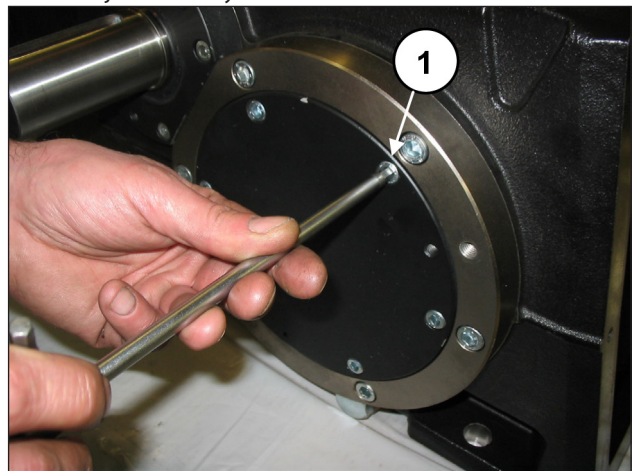
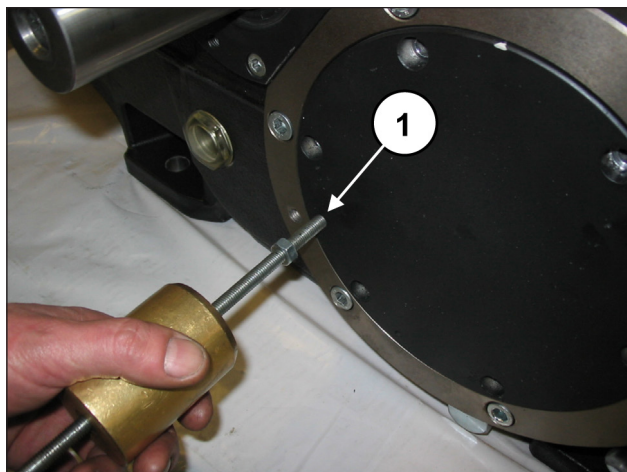

Fig. 10
Fig. 11
Desmontar las dos tapas del cojinete aflojando los tornillos (pos. ①, Fig. 10) que actúan como extractores. Para facilitar el desmontaje, utilizar 2 tornillos prisioneros o tornillos M8 (pos. ①, Fig. 11) como extractores. Extraer la junta tórica y sustituirla si es necesario.